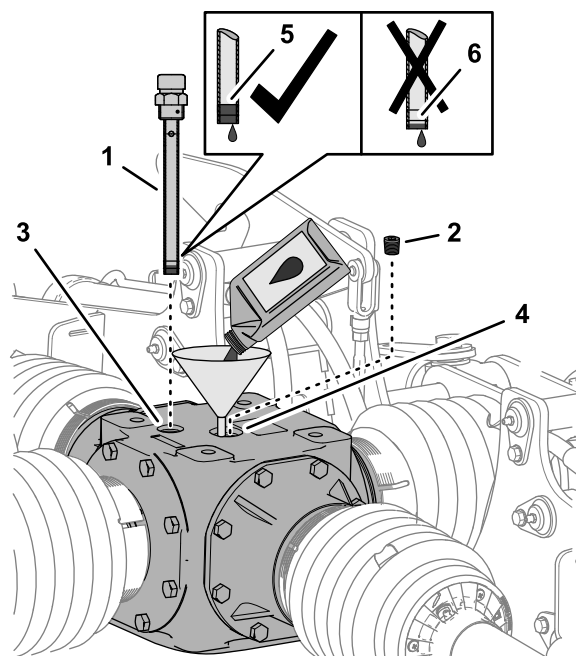

Figura 61
1. Retire a vareta da entrada da vareta na parte de cima da caixa de velocidades central e limpe bem a vareta (Figura 61).
2. Retire o bujão de enchimento da porta de enchimento na parte de cima da caixa de velocidades (Figura 61).
3. Adicione 2484 ml do lubrificante de engrenagens especificado na caixa de velocidades através da porta de enchimento (Figura 61).
4. Enrosque a vareta na entrada, retire a vareta e verifique o nível de lubrificante (Figura 61).
6. Enrosque a vareta na porta de enchimento e aperte a vareta (Figura 61).
7. Monte o bujão de enchimento na porta de enchimento e aperte o bujão (Figura 61).